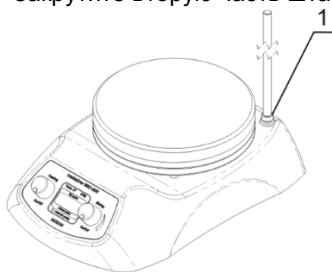

Рисунок 1. Установка штатива
- 4.4. **Установка штатива SR-1.** Выкрутите винт из места крепления штатива (рис. 1/1) на задней стороне прибора. Закрепите часть штатива, вкрутив стержень в место крепления на задней стороне прибора и закрепите контргайкой. Закрутите вторую часть штатива в установленную часть штатива.